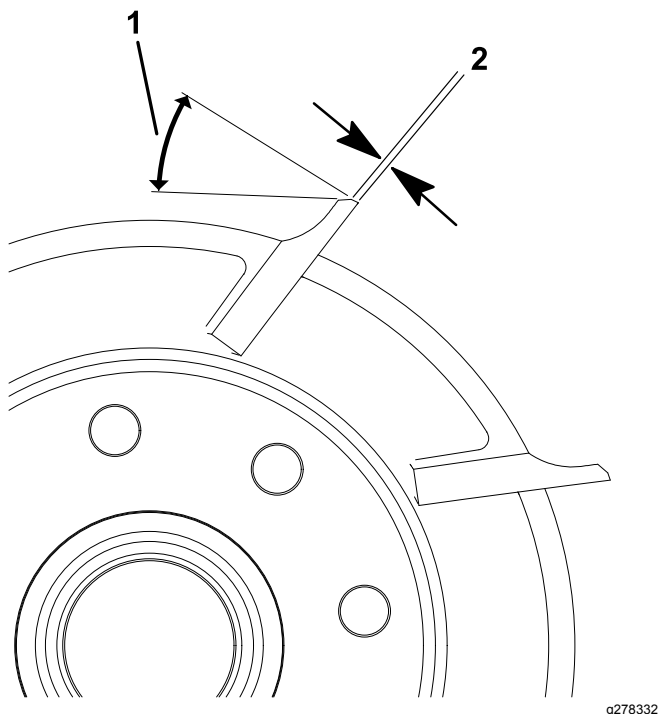

Figura 11
1. Applicate un angolo di spoglia di 30 gradi su tutte le lame dei cilindri fino a quando la larghezza del pieno non è compresa tra 0,76 mm e 1,27 mm (Figura 11).